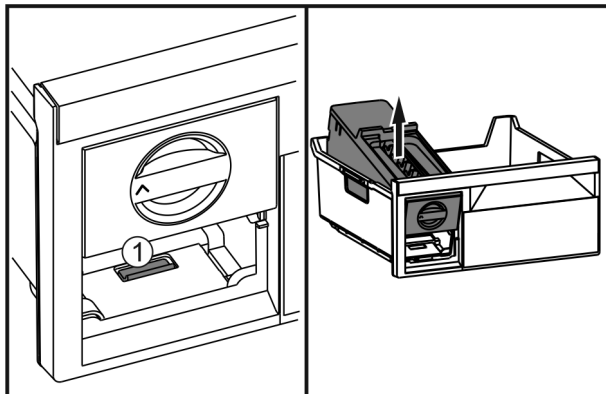

Fig. 54
- ▶ Нажать на накладку Fig. 54 (1), EasyTwist-Ice поднять сзади и вынуть из выдвигаемого ящика морозильника.